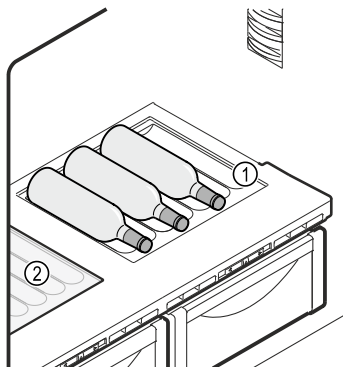

Fig. 57 Ilustrační zobrazení
- ▶ Jednu skleněnou desku nebo obě skleněné desky (1) zvedněte za vybrání vpředu a vyjměte je.
- ▶ Skleněnou desku Fig. 57 (2) vložte pod variabilní přihrádku na láhve.